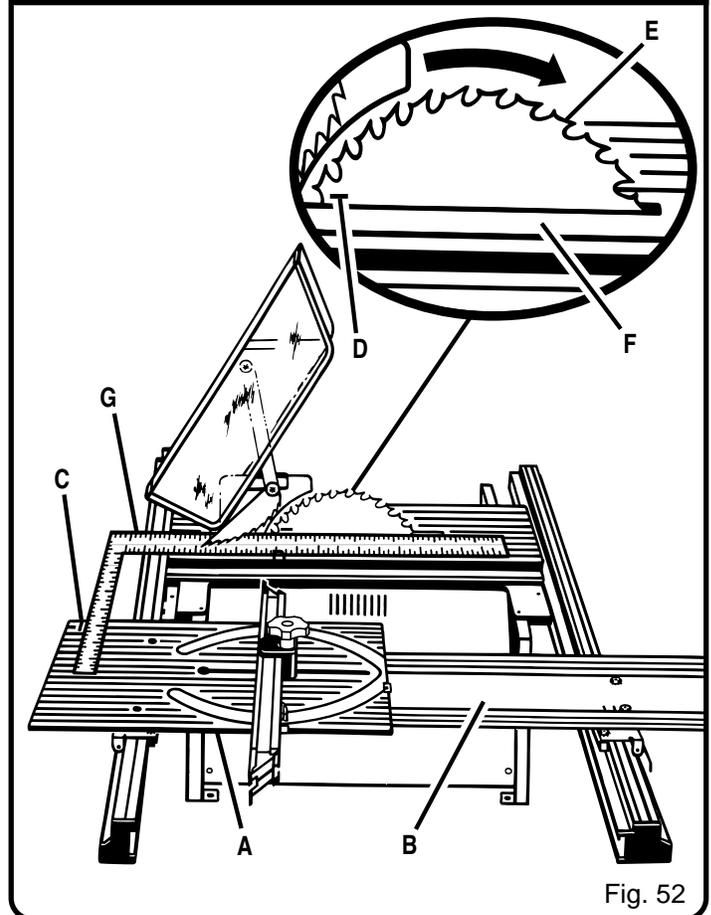

Fig. 52
- Enlevez l'équerre de charpentier et glissez la table d'onglet vers l'arrière de la base de la table d'onglet, aussi loin que possible. Voir figure 52.